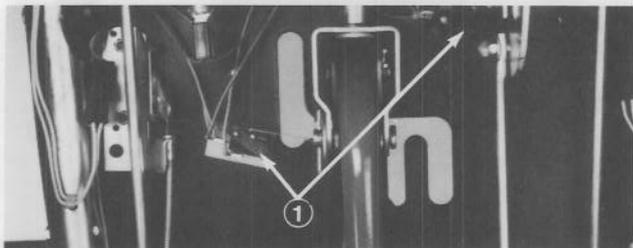

Figure 28
Le système d'interconnexion de sécurité met l'allumage à la masse et arrête le moteur grâce à une série d'interrupteurs (Fig. 28), si l'utilisateur abandonne les deux leviers d'interconnexion avant de placer la commande des roues au point mort (N) et la commande de tarière en position DÉBRAYÉE. Il faut donc comprimer au moins un des leviers d'interconnexion de sécurité contre la poignée du mancheron de droite pour garder le moteur en marche quand les roues sont en prise ou la tarière embrayée (Fig. 27). Ce dispositif empêche aussi l'utilisateur de mettre le moteur en marche si les roues sont en prise ou la tarière embrayée.